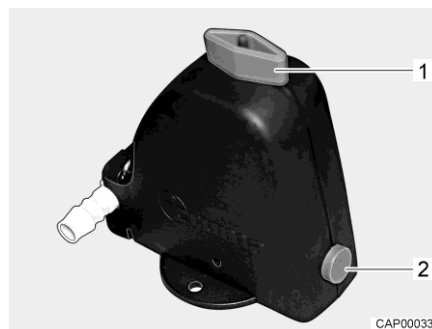
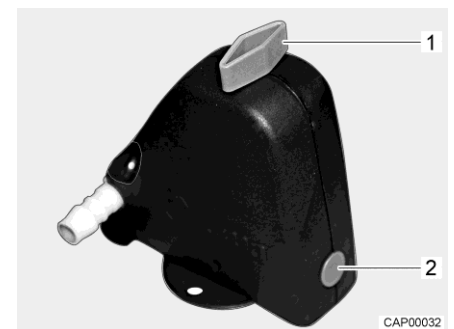

Fig. 86 Valve de sécurité et de vidange ouverte
Fig. 87 Valve de sécurité et de vidange fermée
- Fermer la valve de sécurité et de vidange. Tourner pour cela le bouton rotatif (Fig. 86,1) dans le sens transversal par rapport à la valve de sécurité et de vidange et enfoncer le bouton-poussoir (Fig. 86,2). La valve de sécurité et de vidange fermée est représentée à la Fig. 87. Lorsque la température descend en dessous de 6 °C, la valve de sécurité et de vidange ne peut pas être fermée.